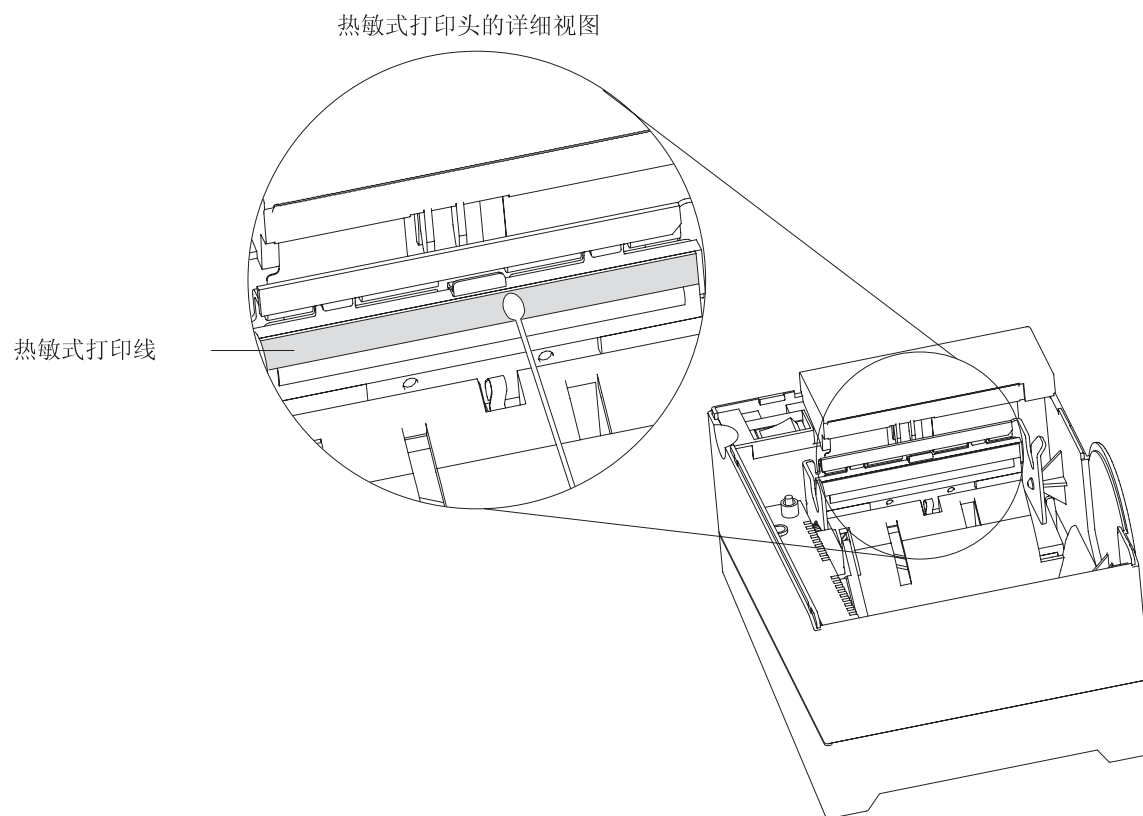

图 29. 打印头与打印行区域 (型号 TF7 和 TM7)
2. 使用浸泡过异丙醇的棉签，在打印头的打印行及其周围区域，轻轻拭擦数次。请参阅图 29。